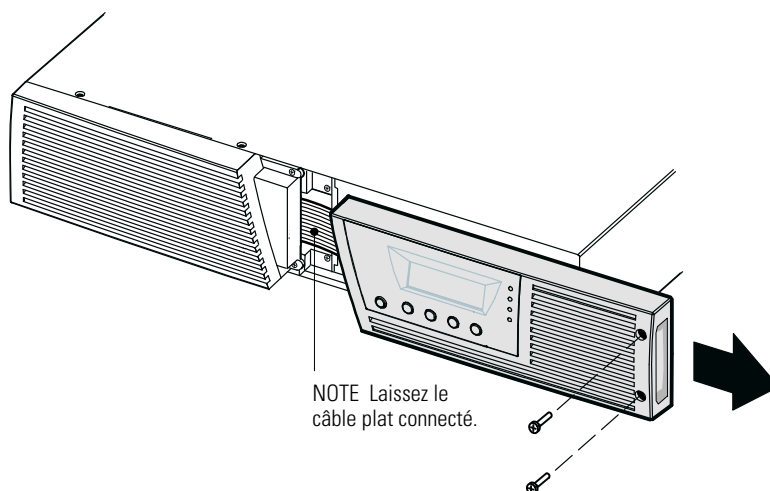

Figure 23. Retrait du couvercle avant droit de l'onduleur
1. Retirez le couvercle droit avant de l'onduleur (voir Figure 23).